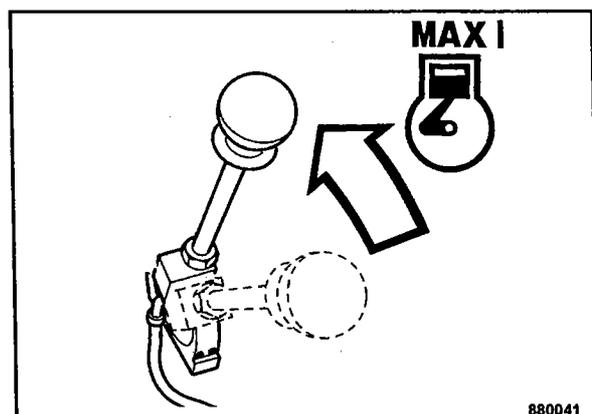

Fig. 41
- Colocar la palanca reguladora de revoluciones (Fig. 41) en "MAX I".